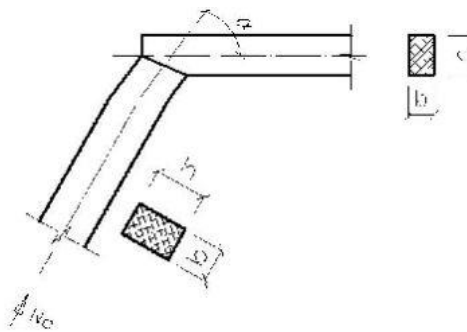

Рисунок 5. Наклонный лобовой упор
5.2 Проверить прочность при смятии наклонного лобового упора торцов подвеса и ригеля из брусьев сечением  $b \times h$  (или круглого диаметром  $d$ ), соединенных под углом  $\alpha$ . Конец подвеса обрезан под прямым углом к оси и в нем действует продольная сжимающая сила  $N_c$ . Опорный конец ригеля обрезан под углом  $\alpha$  к его оси (рисунок 5).